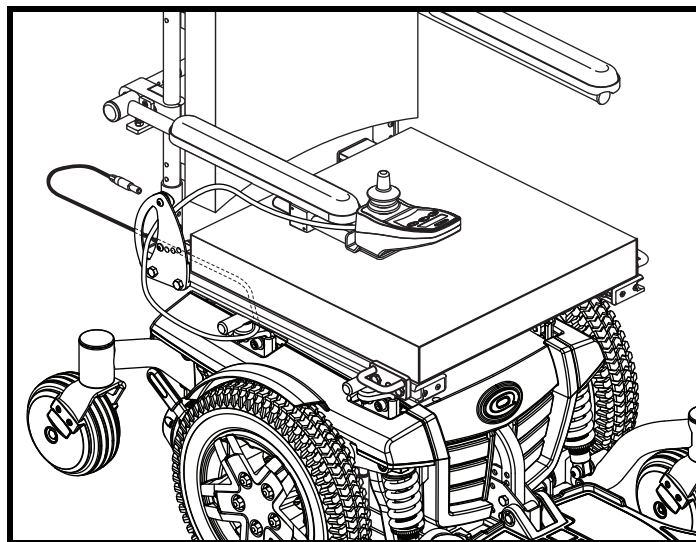

Figura 12. Centralina diretta su un sedile Synergy
4. Installare la centralina ed inserire il cavo nella parte posteriore della base del sedile elettronico. **Vedere la figura 12 e 13.**